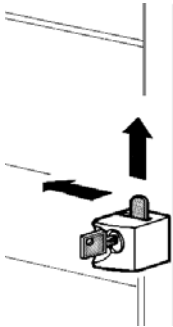

figure 11
- 4 - Le compartiment frigorifique contenant le produit et les robinets (voir figure 11) est